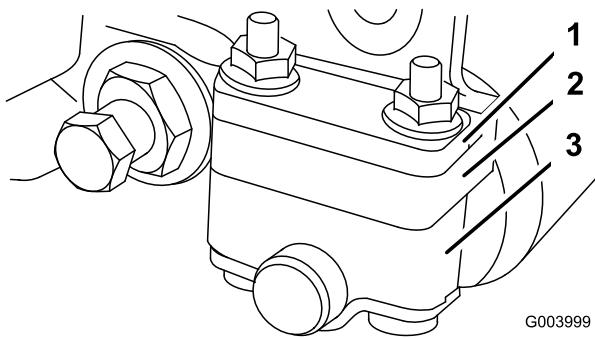
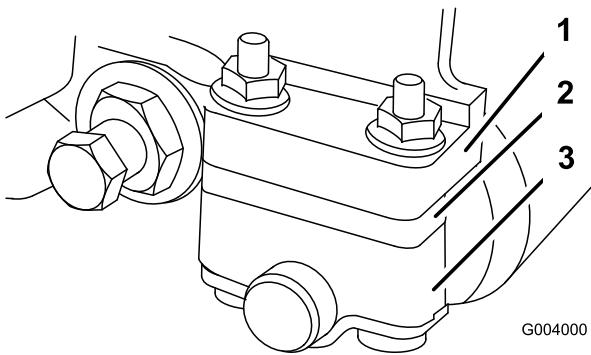

Figura 51
Figura 52
- Ajuste los soportes del rodillo trasero a la posición superior o inferior, dependiendo del intervalo de alturas de corte deseado (Figura 51 y Figura 52).
- Coloque el espaciador debajo de la brida de montaje de la chapa lateral para obtener un intervalo de alturas de corte de 3 a 25 mm (Figura 52).